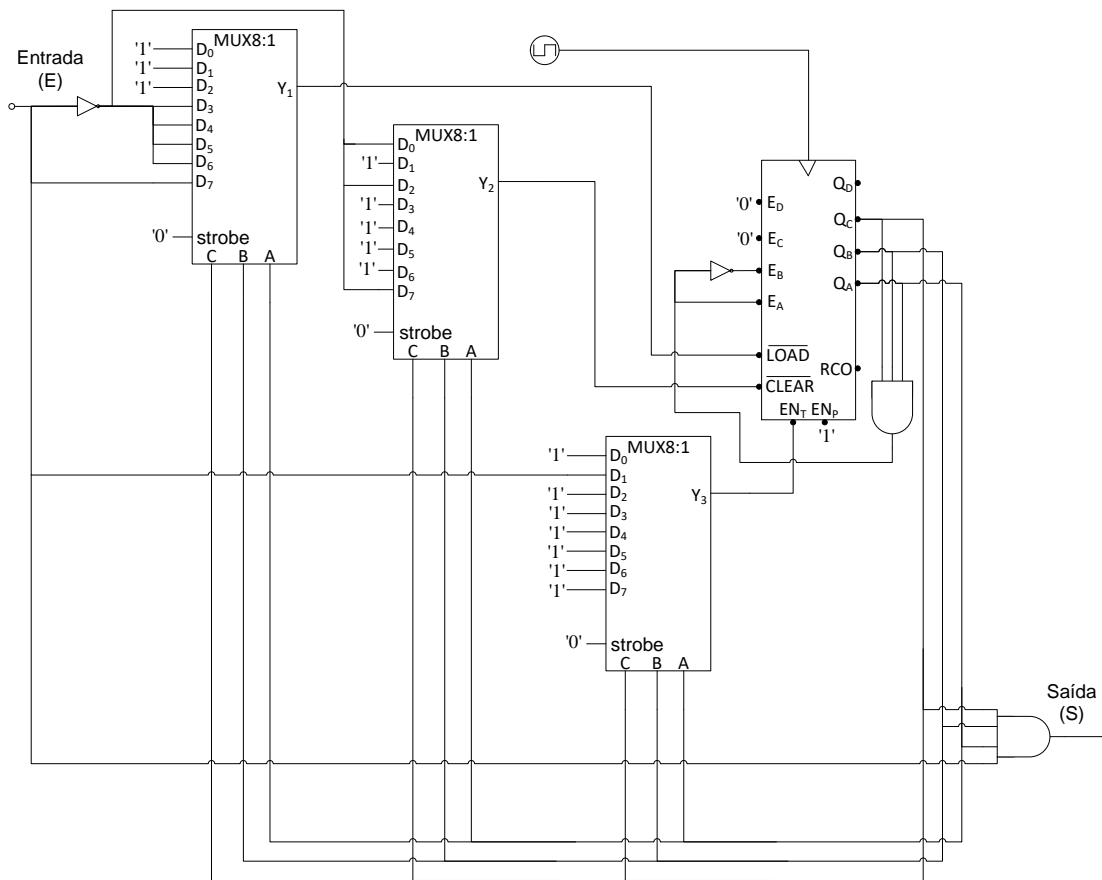

Figura 4
- Faça a descrição verbal do funcionamento do circuito da Figura 4